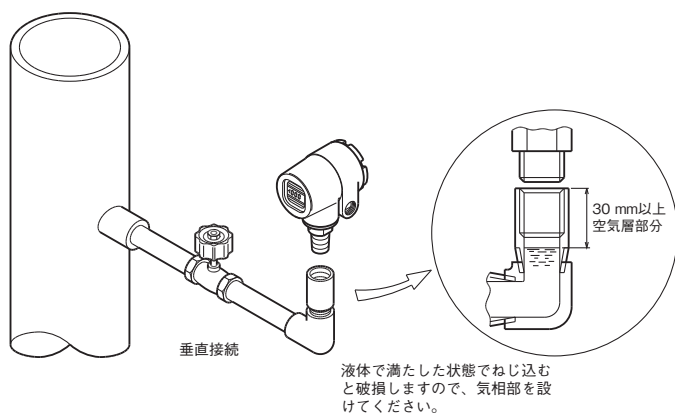

図 2-3 設置上の注意事項 2
- 導圧配管に液体を満たした状態で本器をねじ込むと本器に 10 MPa 相当の圧力がかかる場合があります。本器が破損するおそれがありますので注意してください。(図 2-3 参照)